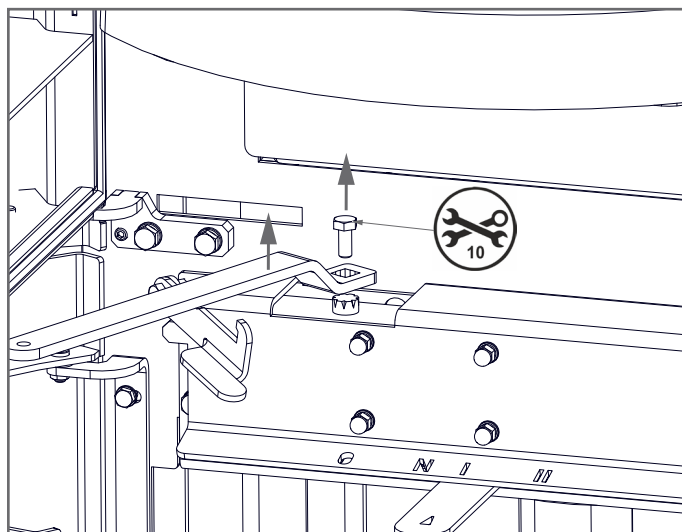

Abb.:5.1
- Schraube des Türfanghebels (SW 10) lösen und entfernen und Türfanghebel aushängen. (Abb.:5.1)